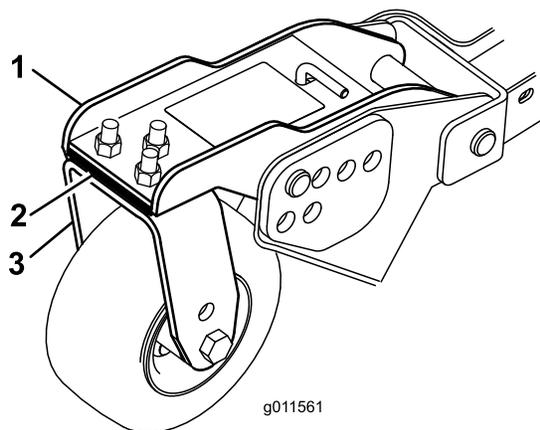

Bild 29
Drehen Sie die Schnittmesser jeder Spindel, bis die Enden nach vorne und hinten gerichtet sind. Messen Sie die Entfernung vom Boden bis zur vorderen Spitze der Schnittkante. Setzen Sie die 3 mm Beilagscheiben an den vorderen Laufradgabeln auf der jeweiligen Schnitthöhe ein, die auf dem Schild angezeigt wird (Bild 29). Beziehen Sie sich nur für die äußere Spindel auf „Einstellen der Mähwerkneigung“.
3. Entfernen Sie, wenn die innere Schnittkante des seitlichen Mähwerks im Verhältnis zur äußeren Kante des vorderen Mähwerks zu hoch ist, eine 3 mm Beilagscheibe von der Unterseite des vorderen inneren Laufradarms am seitlichen Mähwerk (Bild 29). Prüfen Sie das Maß zwischen den äußeren Kanten beider seitlichen Mähwerke sowie der inneren Kante des seitlichen Mähwerks und der äußeren Kante des vorderen Mähwerks.